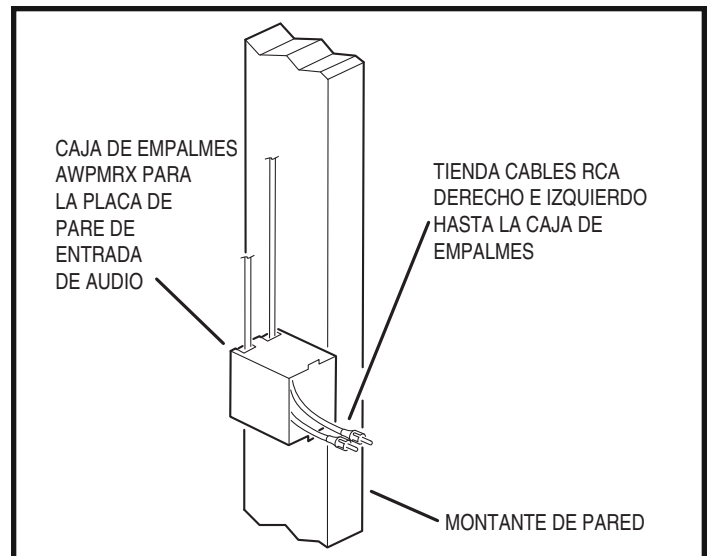

Figura 10. Tendido de placa de pared de entrada de audio
2. Tienda dos cables blindados RCA a RCA provistos con la caja AWPMRX desde la caja de pared de la estación maestra a través de la ranura u orificio de acceso izquierdo para el cableado. Deje aproximadamente 30 cm (12 pulgadas) de cable tendido en el interior de la caja de pared (ver la Figura 10). **IDENTIFIQUE EL CABLE CON ETIQUETAS.**